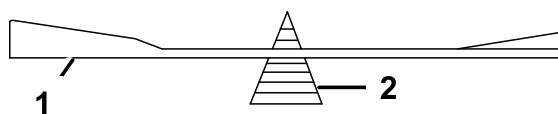

Figure 105
2. Vérifiez l'équilibre de la lame en la plaçant sur un équilibreur (Figure 105).